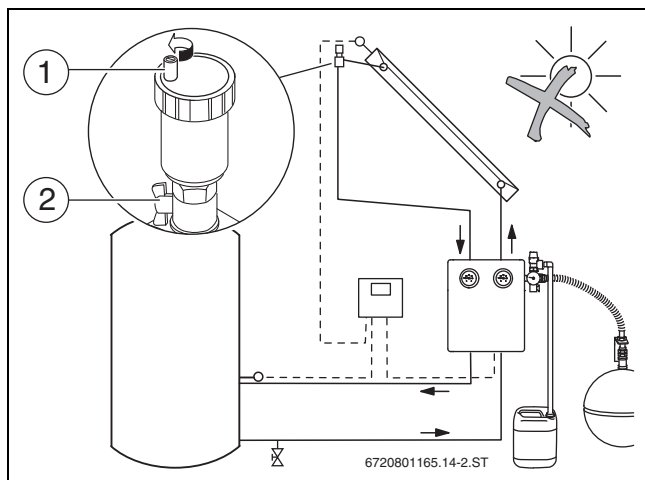

Fig. 41 Deschiderea aerisitorului
- Închideți robinetul cu bilă din partea dreaptă [2] de la stația solară și robinetul de la aerisitor (→ Fig. 41, [2]).